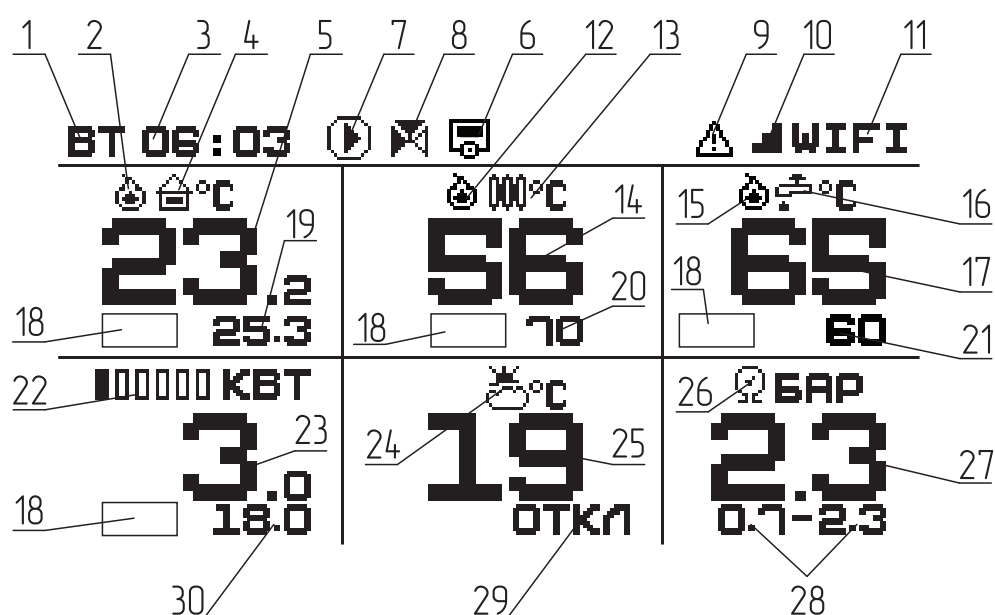

Рис.4 Экран №1 «Главный»
- Появится пиктограмма фактической температуры выносного датчика воздуха (**Рис.4, поз.5**);
- Появится пиктограмма выбранного алгоритма работы по «Выносному датчику воздуха»  (**Рис.4, поз.4**) (заводская настройка);